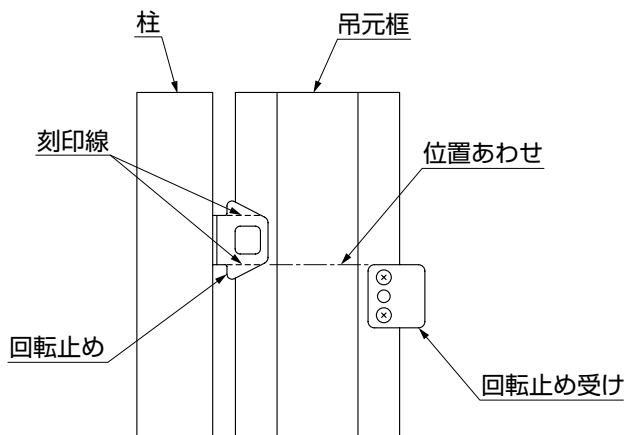

図4-2
- ⑤高さを回転止めの位置を調整し、回転止め本体のネジを締めて固定してください。(図4-2参照)